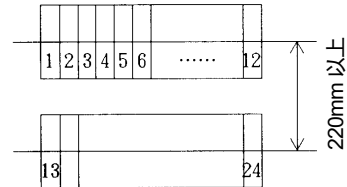

图 2
- ② 纵向并列时，单元间距离请间隔 220mm 以上。另外，请勿堵塞上下开口部。（参阅图 2）